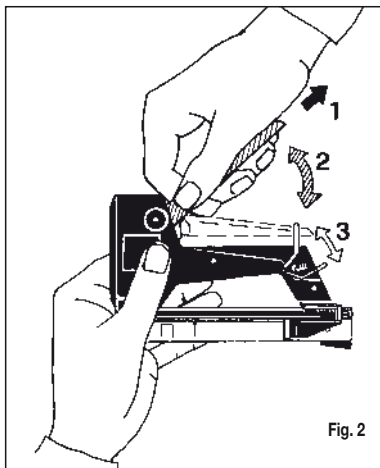

Fig. 2
- Unlock the handle as in fig. 2.
- After use unload the magazine as in fig. 3 and lock the handle as in fig. 2.
- Den Griff wie auf Abb. 2 entsperren.
- Nach Arbeitsbeendigung das Magazin wie auf Abb. 3 entladen und den Griff wie auf Abb. 2 sperren.